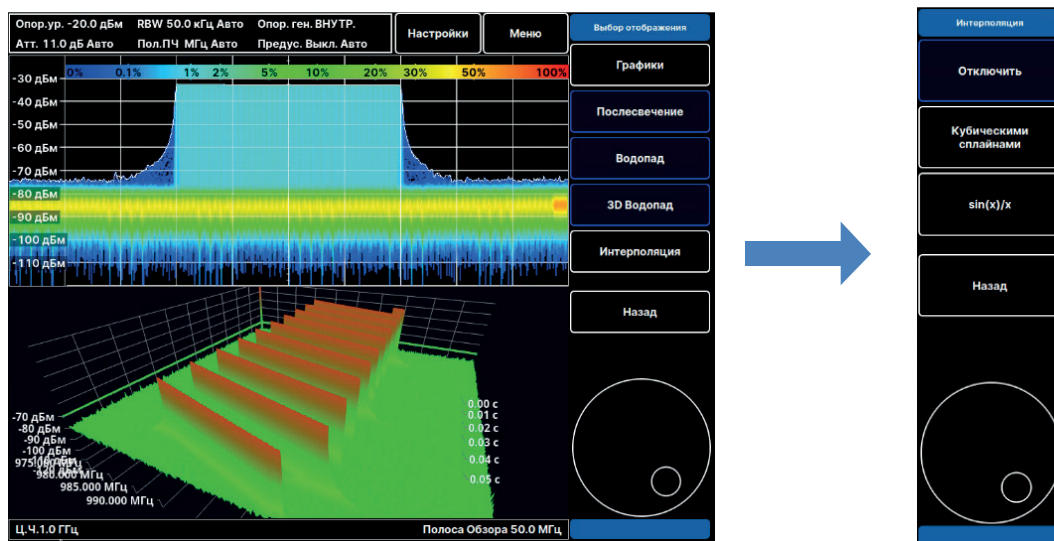

Рис. 25. Меню выбора режима отображения
Меню режима отображения позволяет выбирать один или несколько вариантов отображения результатов измерений (Рис. 25) при помощи экранных клавиш:
**Интерполяция / Interpolation** – выбор режима интерполяции трасс (Рис. 25), при нажатии доступен подраздел с выбором алгоритма: